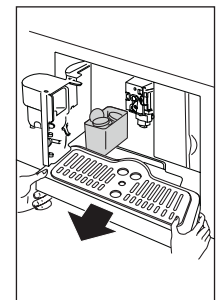

Abb. 24
- ▶ Nehmen Sie die Tropfschale und den Kaffeesatzbehälter heraus (Abb. 24).